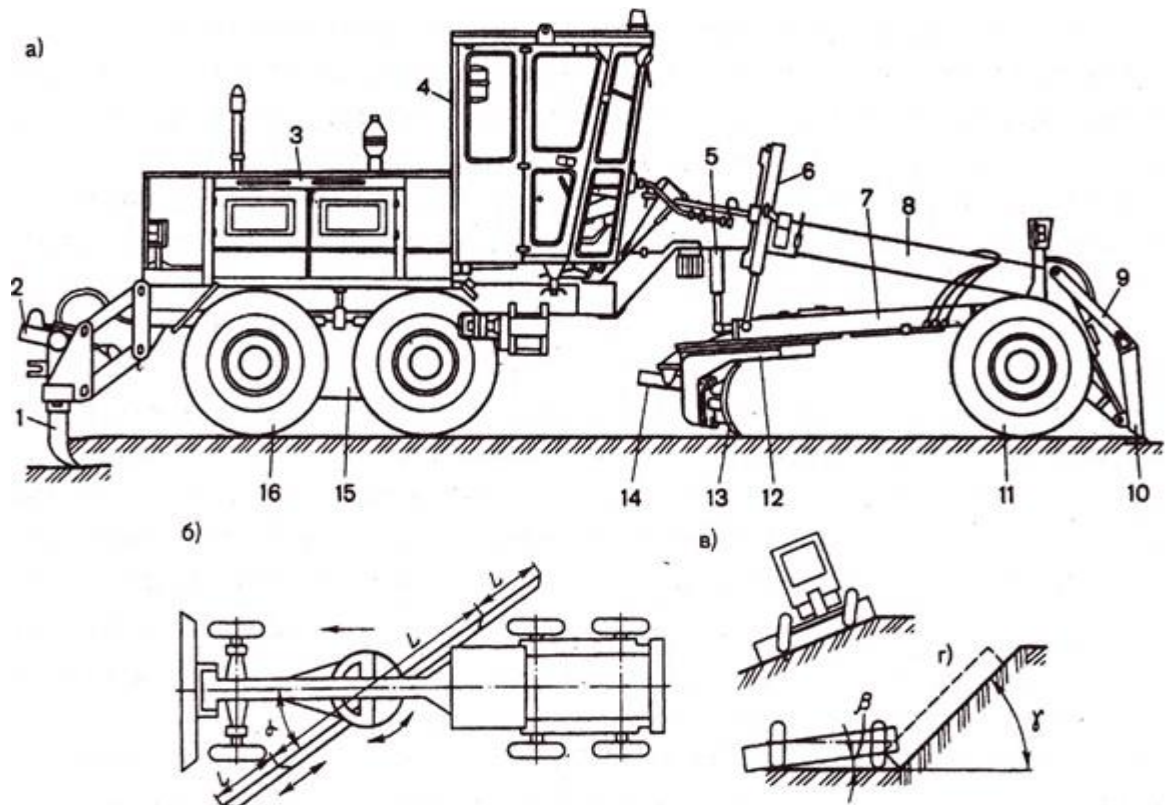

Рисунок 1
1. На схеме Рис.1(а) представлен общий вид автогрейдера
2. На схеме Рис.1(б) представлен
3. На схеме Рис.1 (г) представлен
4. Все узлы и агрегаты автогрейдера (рис.1, а), в том числе двигатель с трансмиссией, кабина водителя, основное и дополнительное рабочее оборудование автогрейдера, смонтированы:
5. Основное рабочее оборудование автогрейдера состоит Рис.1 (а)